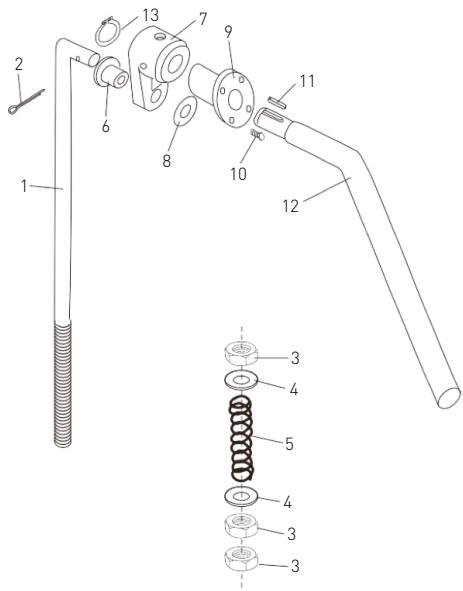

Figura 5: Ansamblul de ridicare a vasului
- Ansamblul de ridicare a vasului (Figura 5);